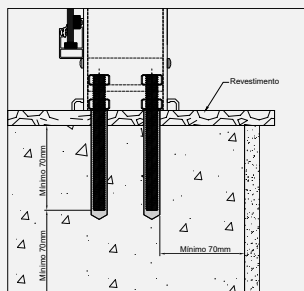

figura 4: Distância mínima recomendada para instalação da ancoragem.
e) A distância do furo para realizar a fixação da ancoragem deve ter uma distância mínima de 70mm das bordas horizontais independentemente da espessura de eventuais revestimentos, conforme figura 4.
f) No caso dos guarda-corpos com sistema de fixação por colagem com adesivo (padrão utilizado pela esaf), a ancoragem deve ter profundidade mínima de 70mm no concreto, independentemente da espessura de eventuais revestimentos, conforme figura 4.